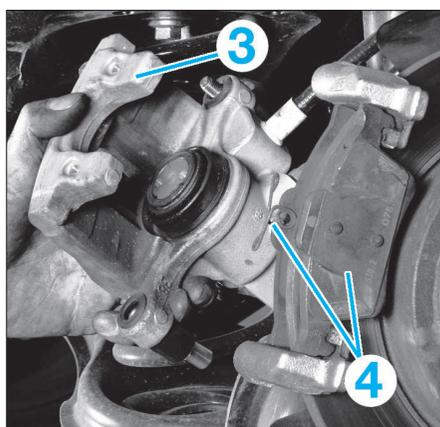

FIG. 16
- Dégager l'étrier de frein (3) (Fig.16).
- Récupérer les plaquettes de frein (4) restées sur le support d'étrier.